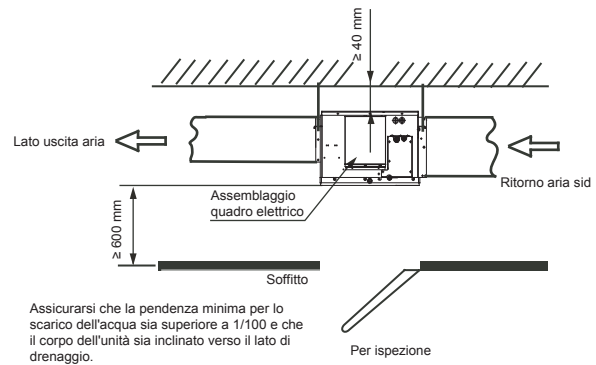
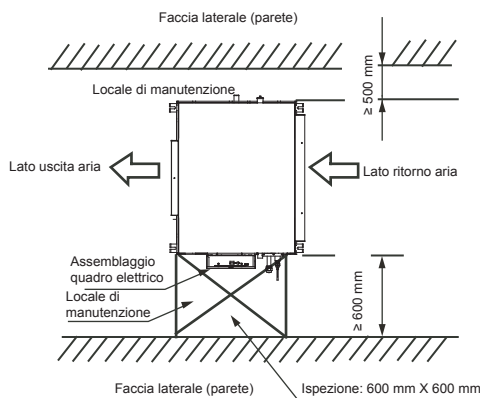

Figura 2.2
Figura 2.1
2.3 Lo spazio richiesto per l'installazione (unità: mm) è mostrato in Figura 2.1 and Figura 2.2: